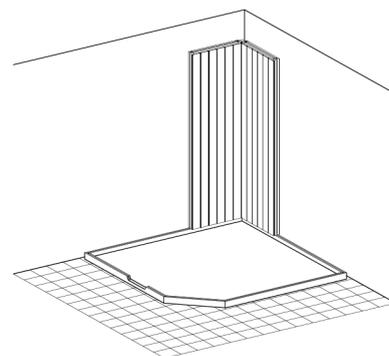

Abbildung 6
4. Die vormontierten Wandelemente mit der Rahmenfeder nach unten auf den Bodenrahmen setzen (Abbildung 6).